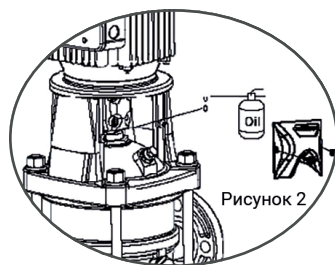

Рисунок 2
10.1. Если насос не использовался в течение длительного времени, следует снять крышку муфты, нанести масло на вал насоса, чтобы предотвратить прилипание поверхности механического уплотнения, затем установить крышку муфты. (Рисунок 2).